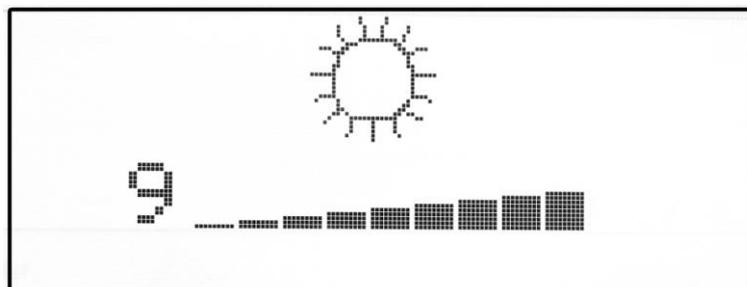

Рисунок 21
- яркость подсветки дисплея (рисунок 21);